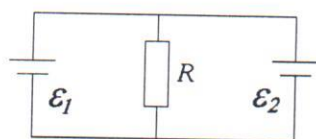

Рис.4
5. Найдите ток, протекающий через сопротивление R на рис.4. $\varepsilon_1=10$ В, $\varepsilon_2=5$ В, $R=10$ Ом, внутренние сопротивления э.д.с. равны $r = 1$ Ом.